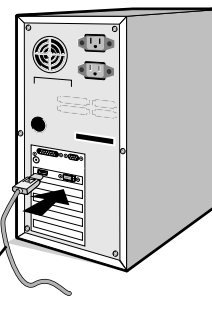

Abbildung A.2
**Für PC mit analogem Ausgang (nur MDview 232/243):** Verbinden Sie einen Mini-D-SUB-Stecker mit 15 Stiften des DVI-A-Signalkabels (nicht mitgeliefert) mit dem Anschluss der Grafikkarte in Ihrem System (**Abbildung A.2**).